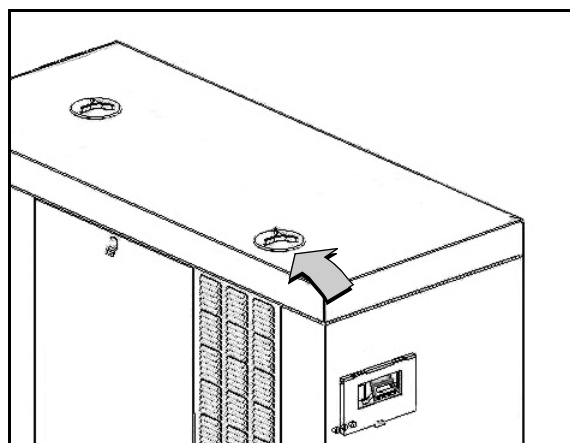

Рис. 5-18. Доступ к баку подачи масла
1. Поверните пластиковую крышку в верхней части кожуха против часовой стрелки и снимите ее. См. Рис. 5-18.